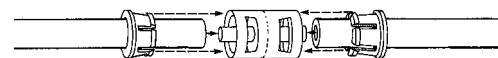

Figura 4-19b. Inserimento delle estremità dei tubi
7. Inserire le estremità del tubo nel connettore (**Figura 4-19b**).